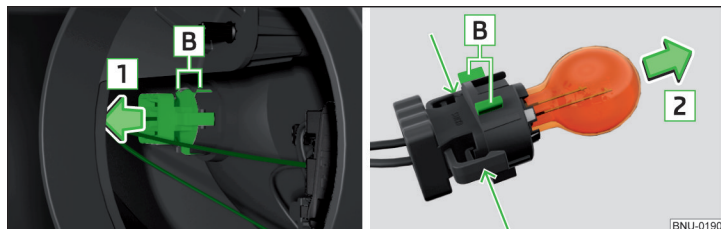

Fig. 349 Cambiar la bombilla para luz intermitente delantera
- › Extraer el portalámparas con la bombilla con movimientos de vaivén en el sentido de la flecha **1** » fig. 349.